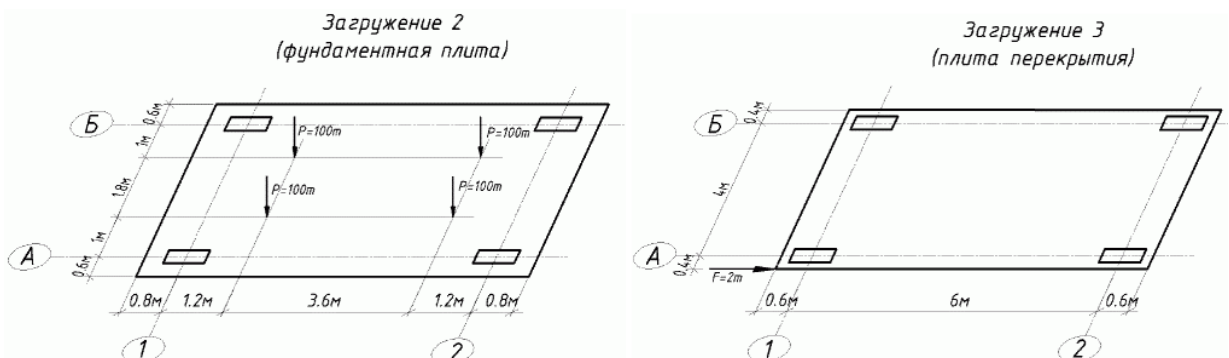

Рисунок 7 - Схемы загрузки плит каркаса
- постоянная равномерно распределенная нагрузка $g_2 = 1,0 \text{ т/м}^2$ и постоянная сосредоточенная вертикальная нагрузка $P = 100 \text{ т}$, приложенные на фундаментную плиту (рисунок 7).
- Загружение 3 - сосредоточенная горизонтальная нагрузка $F = 2 \text{ т}$, приложенная на плиту перекрытия (рисунок 7).